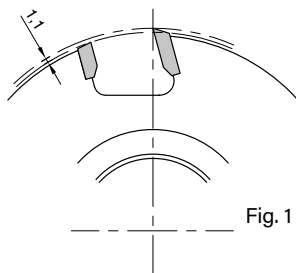

Fig. 1
- c. Not round form tool, with deflector, where the maximum difference between the cutting edge is 1,1 mm (fig. 1).
- c. De forme non ronde du corps, avec limiteur de passe, avec lequel le dépassement d'arête est inférieur à 1,1 mm (fig. 1).